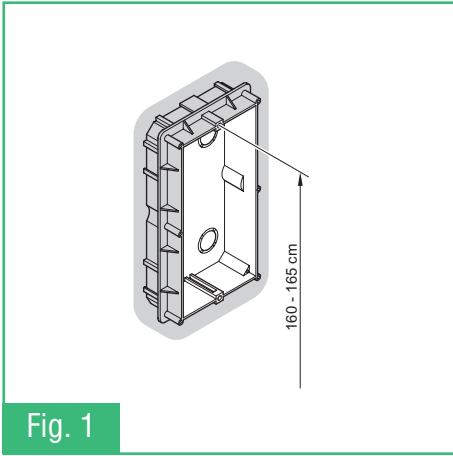

Fig. 1
• Connettere il telaio porta moduli a terra (vedi fig.1).
• Connect the module-holder frame to earth (see fig.1).
• Connecter le cadre porte-modules à la terre (voir fig.1).
• Den Rahmen der Modulhalterung mit der Erdleitung verbinden (siehe Abb.1).
• Conecte la estructura a tierra (ver fig.1).
• Conecte a estrutura a terra (veja fig.1).
CE Fig. 1
- Fig. 1** Altezza scatola incasso
- Fig. 1** Height of flush-mounted box
- Fig. 1** Hauteur boîtier à encastrer
- Fig. 1** Hoogte inbouwdoos
- Fig. 1** Höhe des Einbaukastens
- Fig. 1** Altura de la caja de empotrar